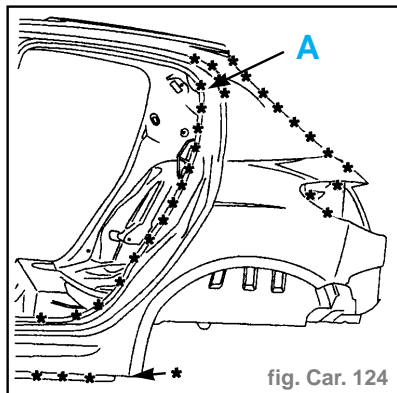

fig. Car. 124
- Découper le support arrière de joint de jet d'eau par fraisage des points (en **A**) (fig. Car. 124).
- Découper par fraisage des points (fig. Car. 124).